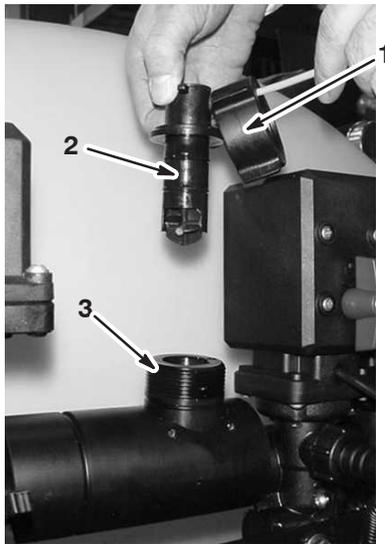

Figure 62
2. Retirez le capuchon de retenue du corps du débitmètre (Fig. 62).